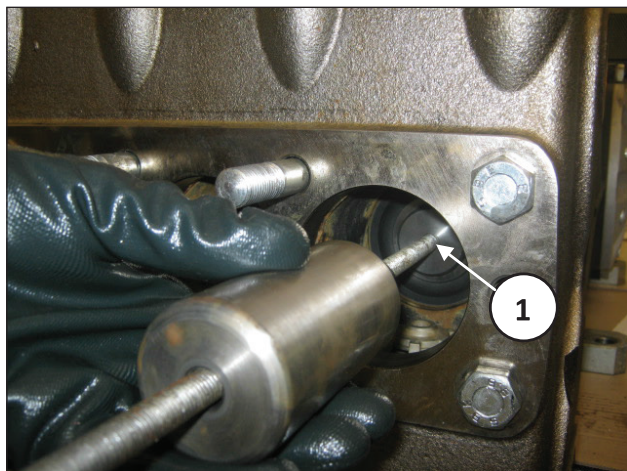

Fig. 131
Au besoin, utiliser le trou taraudé M10 pour extraire la douille de fixation. Joint à l'aide du extracteur à inertie (rep. ①, Fig. 131).